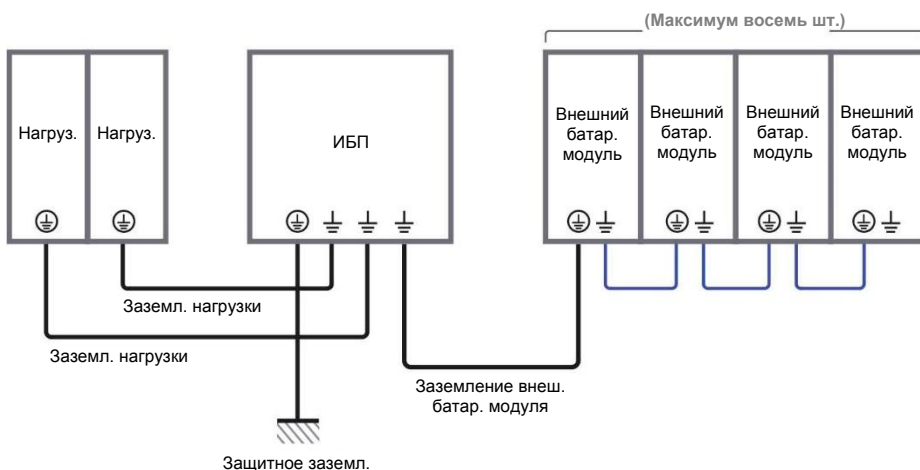

Рисунок 5-16: схема заземления для одного ИБП
- 9 См. **Рисунок 5-16** для заземления ИБП, внешнего батарейного модуля (модулей) и важных нагрузок.
- 4 См. *Рисунок 5-16* для заземления ИБП, внешнего батарейного модуля (модулей) и важных нагрузок.